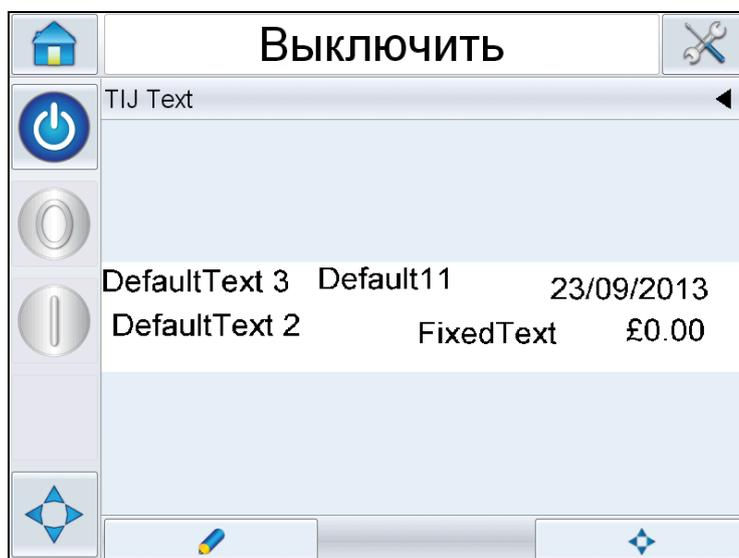

Рис. 6-9: Предварительный просмотр сообщения
- 1 Установите флажок в поле «Панель подробной информации о текущем задании», чтобы вывести задание в окно предварительного просмотра (см. Рис. 6-9).